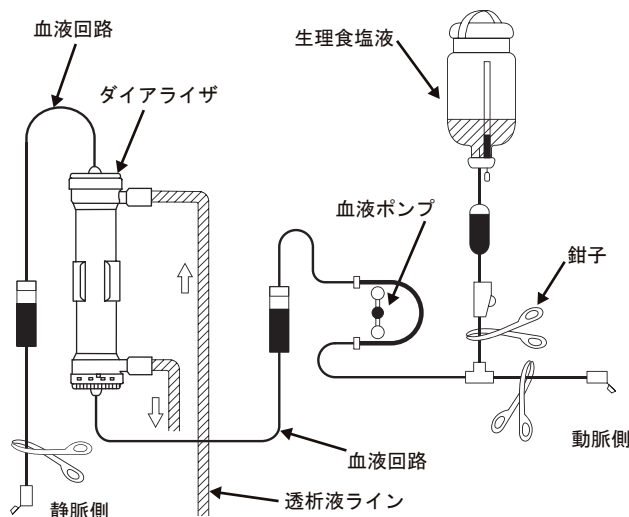

図2 透析前準備及びプライミング時の回路への接続図
- 8) 必要部分を鉗子などでクランプし、血液回路にねじれや折れが無いことを確認して透析準備が完了します（図2参照）。